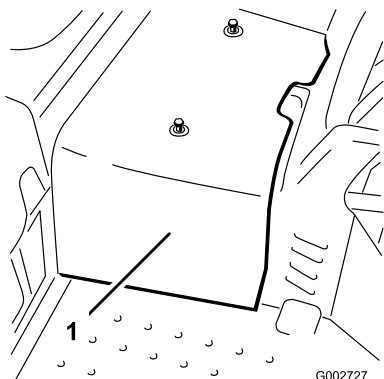

图 43
2. 拧掉将中央护罩固定到机器的 2 个螺丝然后取下护罩 图 43。